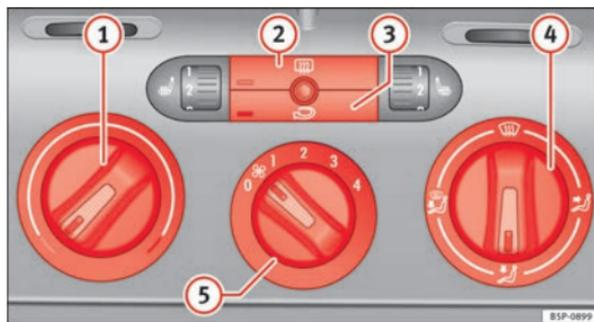

Fig. 125 Sur le tableau de bord : éléments de commande du chauffage
- Les régulateurs ⇒ fig. 125 ① et ④ et la commande ⑤ permettent de régler la température, la répartition de l'air et la vitesse de la soufflante.
- Appuyez sur le bouton ② ou sur le bouton ③ pour activer ou désactiver la fonction correspondante. Quand la fonction est active, le rectangle situé sur le coin inférieur gauche du bouton s'allume.